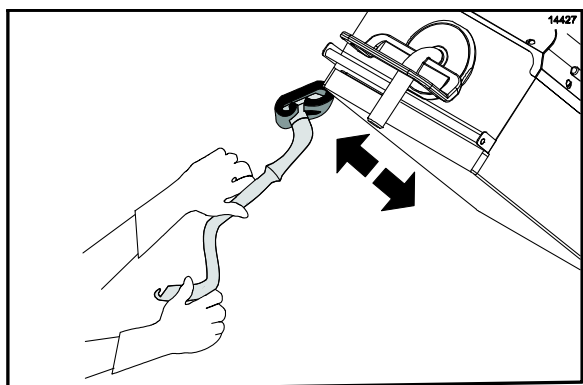

图 92
18. 在右煎板和左煎板的外边缘上涂抹煎炉清洁剂。（请见图 92）